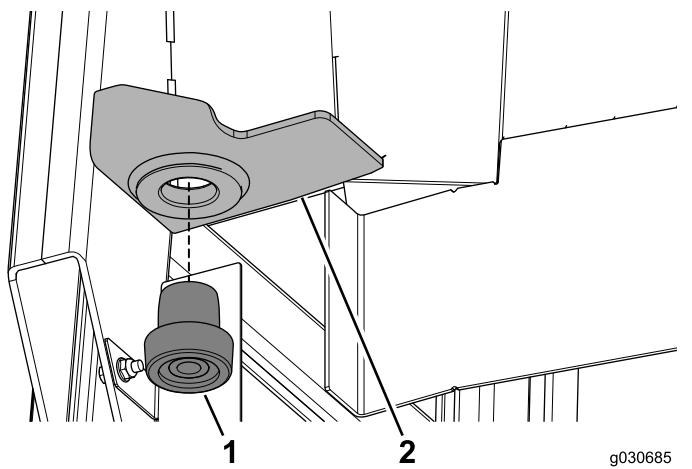

**Figura 12**
- Premete un supporto isolante in gomma in ciascun foro del supporto posteriore destro sul telaio della cabina (Figura 12).